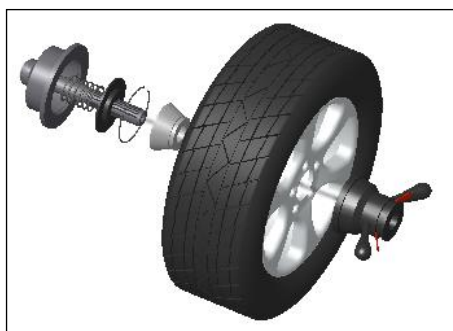

Рисунок 6-1
6.2.2.1 Прямой способ установки колеса (Рисунок 6-1).